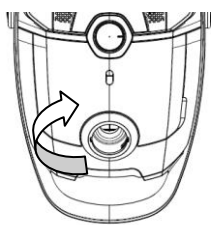

Рис. 11.
- Нажимая кнопку, откройте переднюю крышку. (Рис. 11)